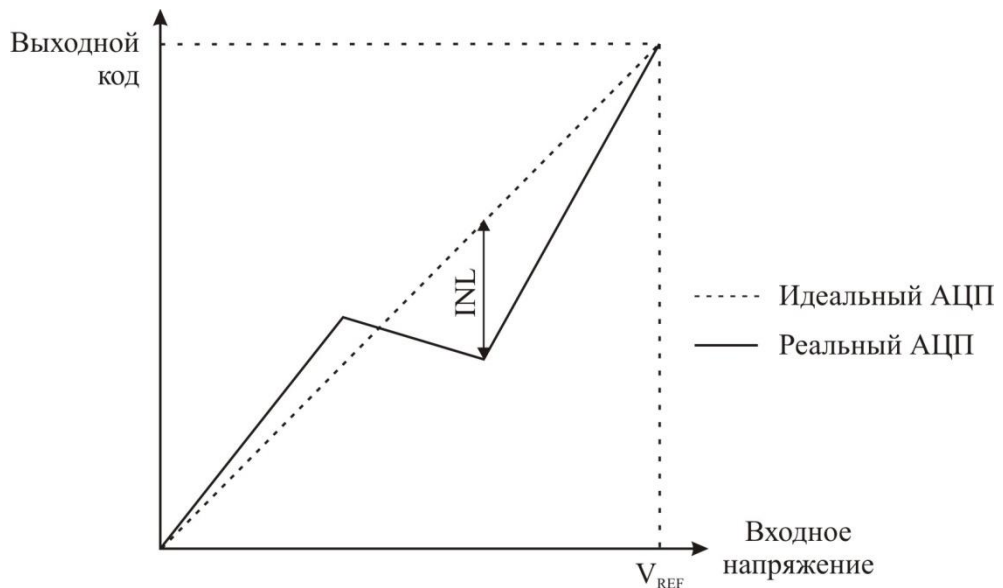

Рисунок 3.118 – Интегральная нелинейность (INL)
3. Интегральная нелинейность (INL). После корректировки смещения и погрешности усиления INL представляет собой максимальное отклонение реальной функции преобразования от идеальной функции для любого кода. Идеальное значение: ноль (рисунок 3.118).